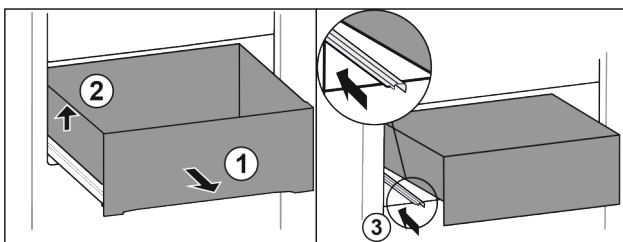

Fig. 82
- ▶ Lade tot de aanslag eruit trekken. Fig. 82 (1)
- ▶ Lade links optillen. Fig. 82 (2)
- ▶ Linker rail erin schuiven. Fig. 82 (3)